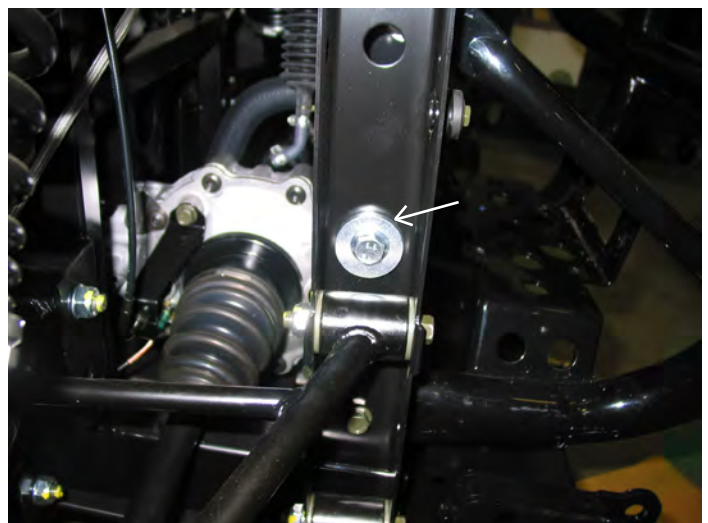
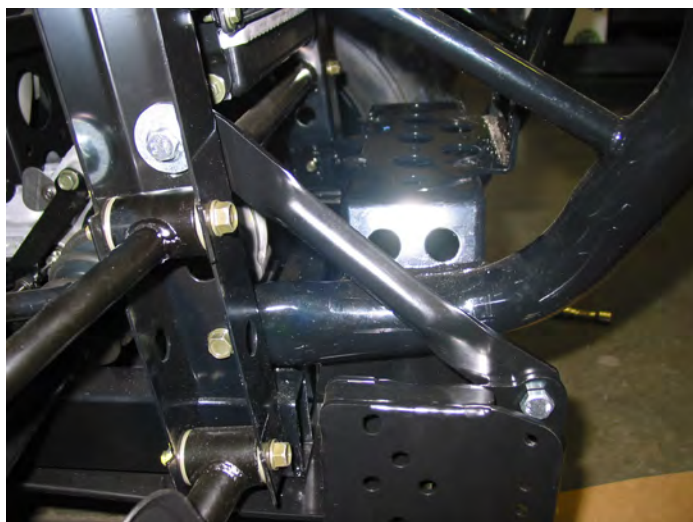

Figure 10
Figure 13
8. Installez les boulons M10 x 40 mm avec des espaceurs, un de chaque côté des rails du cadre. L'espaceur maintient l'attache écartée du cadre afin d'assurer un dégagement suffisant. Voir les figures 10 et 11.
10. La figure 10 montre l'emplacement de l'attache du rail du cadre au support de montage. Utilisez une rondelle M10 x 30 mm 3/8 et un écrou à frein élastique M10 pour la fixer au support de montage de lame avant. Voir la figure 13.